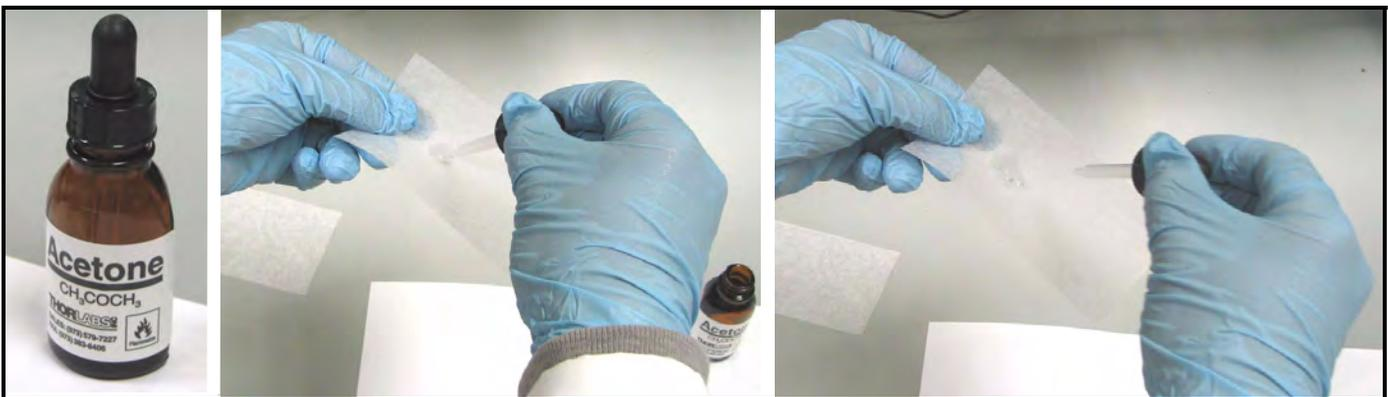

Figura 77: Utilizando Acetona de Categoria Analítica
7. Utilizando um pedaço de lenço para lentes, umedeça uma pequena área com uma quantidade muito pequena de Acetona de Categoria Analítica. (Umedeça levemente os lenços para lentes. Geralmente, uma gota de acetona será o suficiente.) Incline o lenço para lentes para que a gota de acetona seja absorvida pelo papel das lentes ao longo da extensão da peça (ver Figura 77).